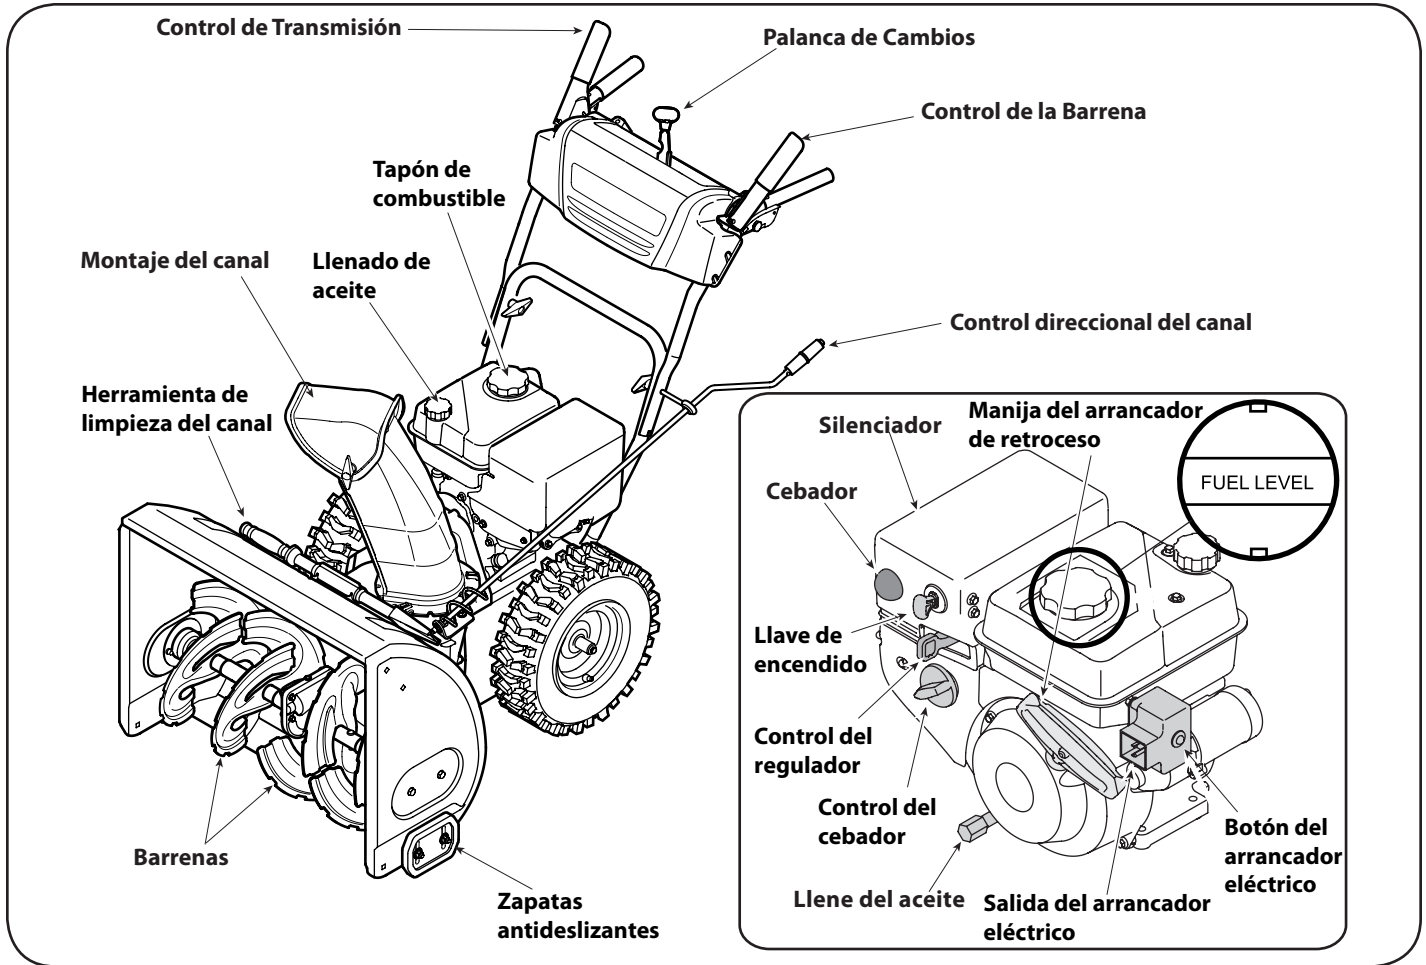

Figura 10
Ahora que ya ha ajustado su máquina quitanieve para la operación, familiarícese con sus controles y características. Vea la Figura 10.
2. En el tanque de combustible hay un indicador de nivel. Llene el tanque hasta llegar al nivel de combustible del indicador. Vea la Figura 10. Tenga cuidado para no llenar el depósito en exceso.